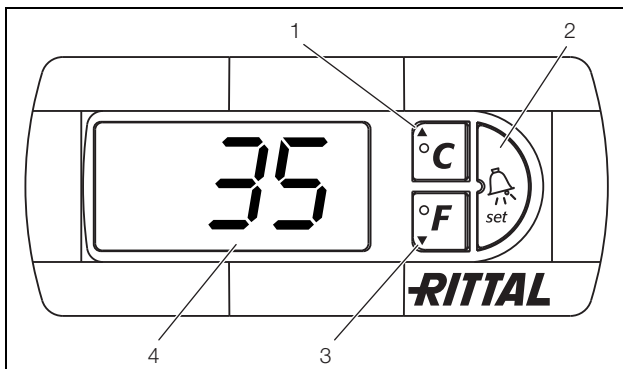

Рис. 30: e-комфортный контроллер
Компрессор и вентилятор конденсатора управляются e-комфортным контроллером, который оснащен 7-сегментным дисплеем (рис. 30, поз. 4). После включения электропитания на нем в течение примерно 2 сек. отображается текущая версия ПО, а также информация об Eco-режиме, если он активирован. После этого отображается текущая температура внутри шкафа. В нормальном режиме работы дисплей отображает температуру (в градусах Цельсия или градусах Фаренгейта) и сообщения об ошибках. Актуальная температура внутри шкафа обычно отображается на дисплее непрерывно. Сообщения об ошибках отображаются поочередно с актуальной температурой. Программирование устройства производится кнопками 1 – 3 (рис. 30). Параметры программирования также отображаются на дисплее.
- Нажмите одновременно кнопки 1 и 2 (рис. 30) и удерживайте минимум 5 сек.
Кнопки 1, 2 и 3 (рис. 30) позволяют изменять 24 параметра в заданных диапазонах (минимальное-максимальное значение).